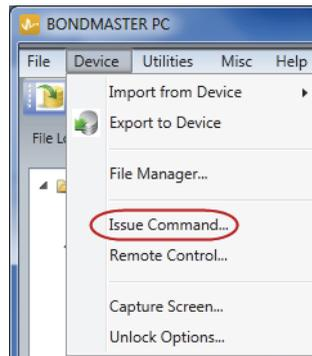

Figura 7-12 Menú Device: emisión de comando
1. En el menú **Device**, seleccione **Issue Command**. Ver la Figura 7-12 en la página 199.